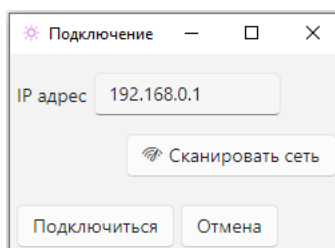

Рисунок 9.1.3 – Подключение к ПЛК.
- d. В поле **IP адрес** будет указан адрес выбранного устройства. Если адрес контроллера известен заранее, введите его в поле **IP адрес** вручную. Нажмите **Подключиться** (см. рисунок 9.1.3).